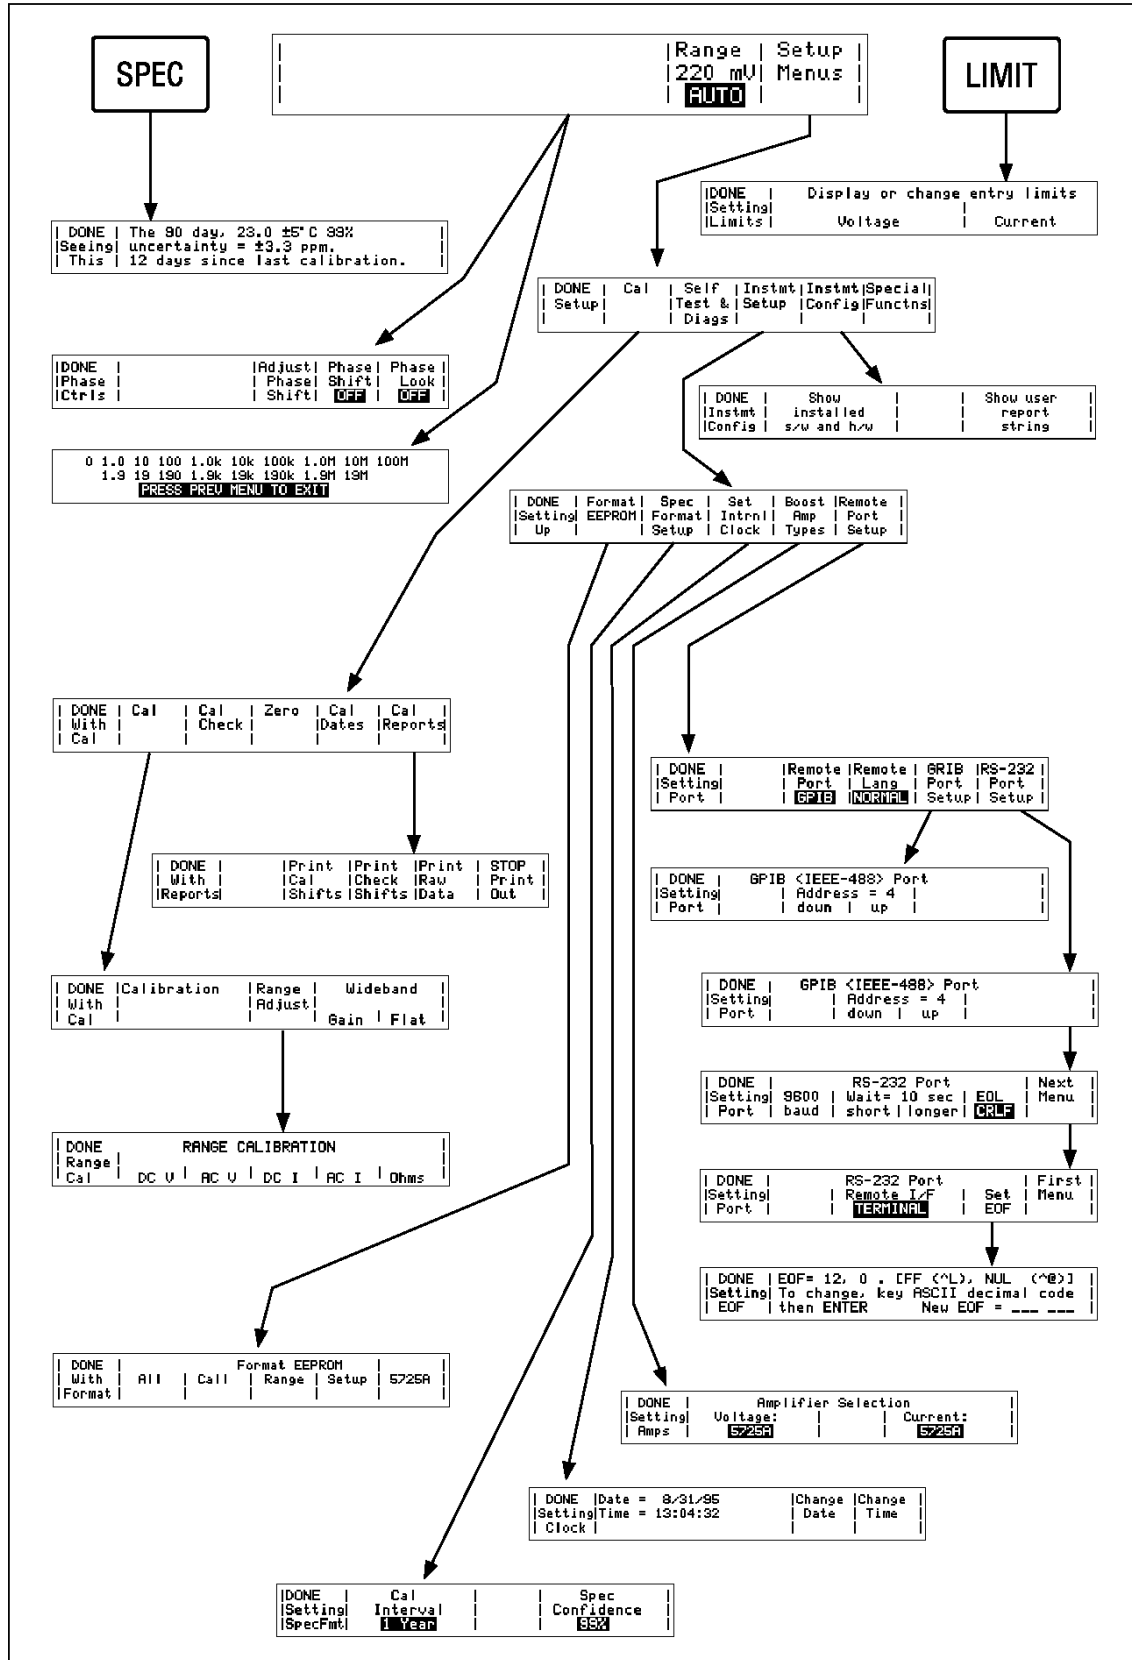

图3-3. 软键菜单树
| <p>②</p> <p>控制显示</p>                                                                                       | <p>字母显示的真空荧光显示器，用以显示输入的数据、UUT调节的误差、菜单以及其他提示和信息。每一菜单包括一组软键，在软键上边由菜单标明软件的功能。通过5个软键和键，可以操作许多不同的功能。（参阅图3-3，软键菜单树）</p>                                                                                                                                                                                                                                                                                                                                                                                                                                                                                                                                                         |
| <p>⑨</p> <p>软键</p>                                                        | <p>5个无标志的蓝色软键的功能，由它们正上方控制显示器中的标志来表示。在工作过程中，其功能会变化，所以通过这些软键可以操作许多不同的功能。一组软键的标注被称为一个菜单。一组相互连接的菜单组称为菜单树。图3-3显示了校准器的菜单树。</p>                                                                                                                                                                                                                                                                                                                                       |
在“前面板功能”中提到的六个软键的功能，分别由各自上方所显示的包括标签的菜单表示。当操作新的菜单时，这些功能会变换。图3-3中显示了校准器可用的菜单结构。